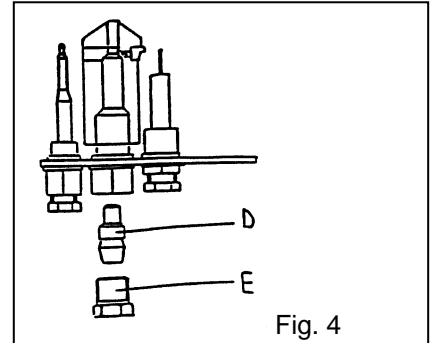

Fig. 4
5.2 Sostituzione dell'iniettore della fiamma pilota (Fig. 4)